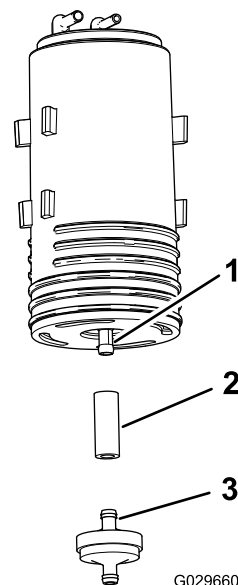

Figura 46
4. Retire o filtro do recipiente de carbono e a secção curta do tubo da união inferior do recipiente de carbono antigo (Figura 46).
5. Instale o tubo na união inferior do novo recipiente de carbono (Figura 46).
6. Insira a união do novo filtro do recipiente de carbono no tubo (Figura 46).